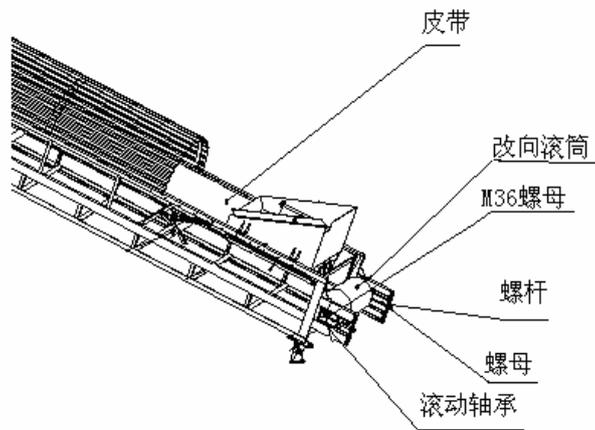

图 1
- b) 将螺母与螺杆拆卸(图 1)。
- c) 将 M36 螺母拆下(图 1)。
- d) 把改向滚筒吊起, 将皮带从一头取出(图 1)。